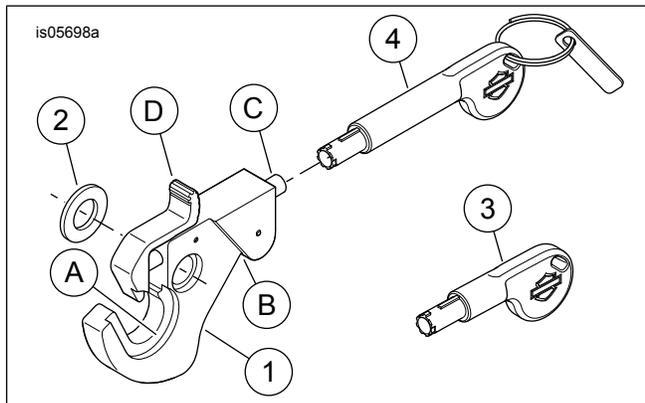

Figura 3. Piezas de servicio: Kits de pestillo desmontable con llave
Vea Figura 3 y Tabla 2.
Vea Figura 3. La posición del relieve (A) y los recortes (B) serán usados como espaciadores o soportes de los puntos de acoplamiento, dependiendo del accesorio desmontable instalado. Verifique que el pestillo con llave se coloque para que haya acceso para la llave que abre el pestillo.
1. **Cierre del pestillo:** Vea Figura 3. Cuando esté instalado el accesorio desmontable, presione el pestillo con acción de resorte (C).